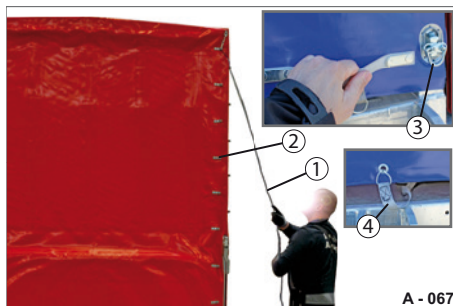

Abb. 71 Planenteil verriegeln
- ▶ Legen Sie das Spannseil (Abb. 71/1) im Wechsel um die Laschen (Abb. 71/2), von oben bis nach unten, ein.
- ▶ Verstauen Sie den Bediengurt (Abb. 71/4) ins Innere des Anhängers.